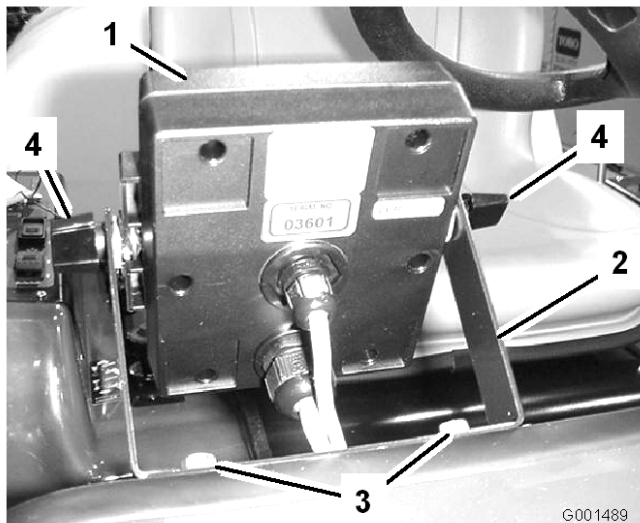

Figura 5
- Montate la staffa del monitor sulla plancia (Figura 5) usando due bulloni a testa flangiata (1/4 x 3/4 poll.) e due dadi flangiati (1/4 poll.).
- Montate il monitor Spray Pro sopra la testa dei bulloni a testa tonda (Figura 5) quindi serrate le manopole per ancorarlo.